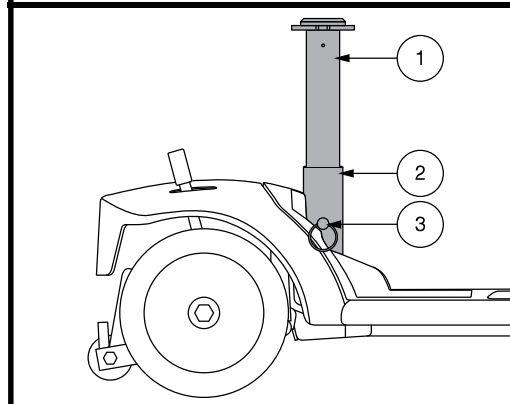

Figura 29. Regolazione dell'altezza del sedile
È possibile posizionare il sedile ad altezze differenti. **Vedere figura 29.**
2. Rimuovere il montante della sella dal miniscooter staccando il perno di fermo dalla parte inferiore del reggisella, poi sollevare il montante ed estrarlo dal miniscooter. **Vedere figura 29.**